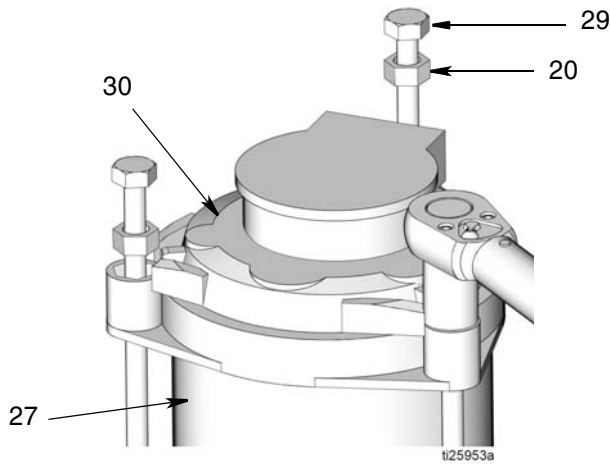

图 14
9. 使用扳手拆下拉杆 (29)。松开对角线模式中的拉杆，渐渐小心松开每个拉杆，直至所有拉杆完全松开。拆下拉杆 (29) 和垫片 (20)。参见 图 14。
10. 从液箱 (27) 上拆下盖子 (30) (图 14)。